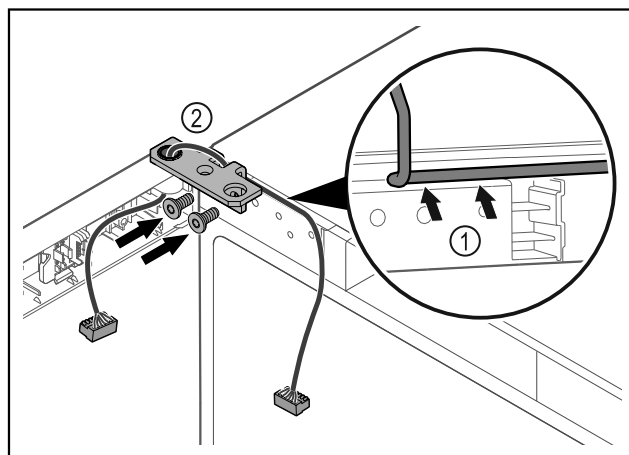

Fig. 36
- Pasar el cable por la escotadura de la escuadra de bisagra y tenderlo con cuidado Fig. 36 (1).
- Atornillar la escuadra de bisagra Fig. 36 (2).